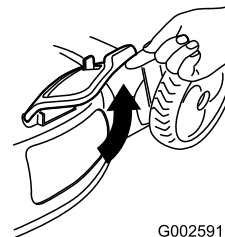

Figura 22
2. Levante la puerta de descarga lateral (Figura 22).